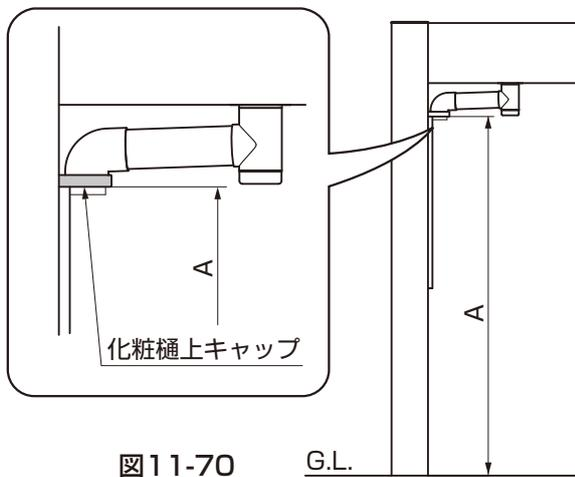

図11-70
- ① G.L.から化粧樋上キャップ下面までを実測してください。(図11-70参照)